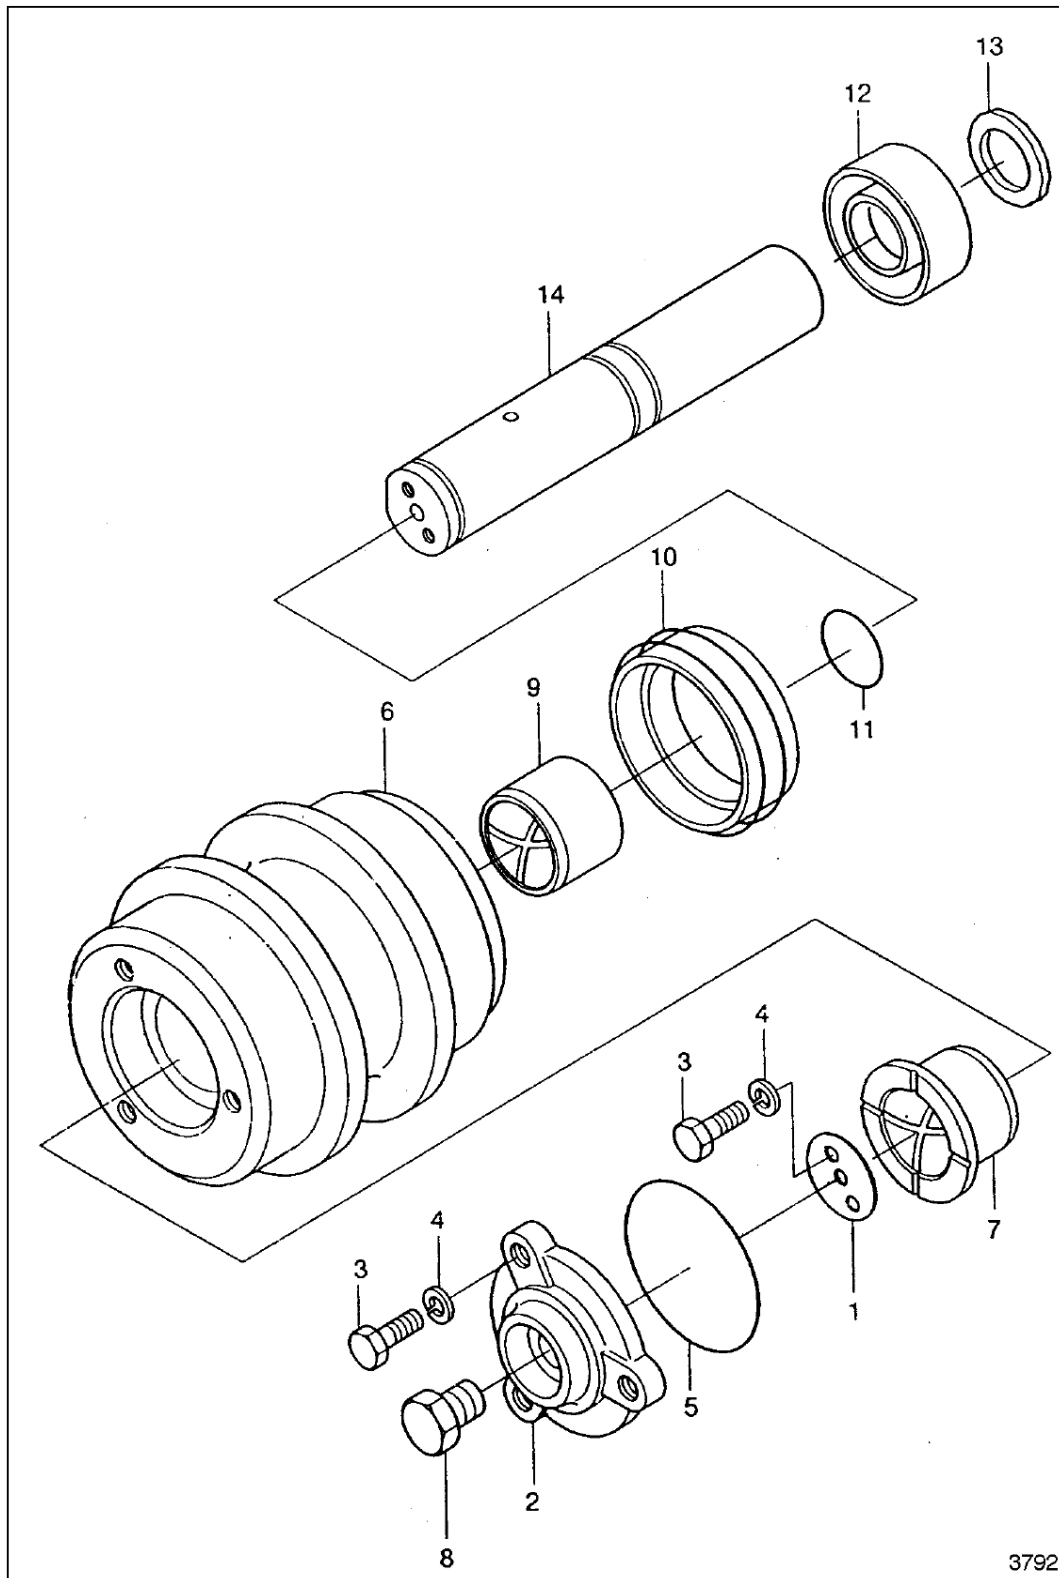
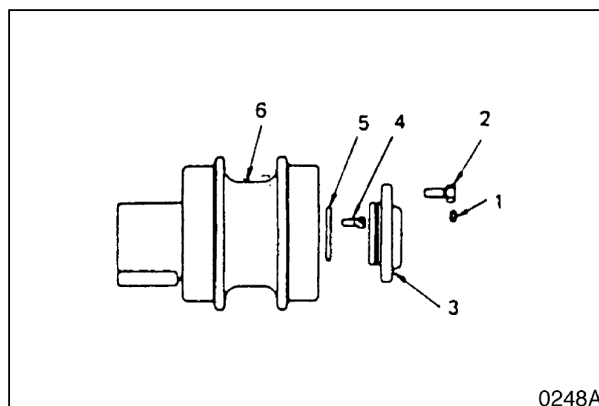

Рис. 39
Рис. 48
ПРИМЕЧАНИЕ: На рис. 39 приведено перспективное объемное изображение верхнего катка с пространственным разделением составляющих его деталей.
3. Установите ось, шайбу (5, рис. 48) и болт (4).
4. Установите групповое уплотнение (11, рис. 39) на каток (6, рис. 48) и крышку (3).
5. Установить уплотнительное кольцо (11, рис. 48) на крышку. **Attach cover (3) and bolt (2) to the roller.**